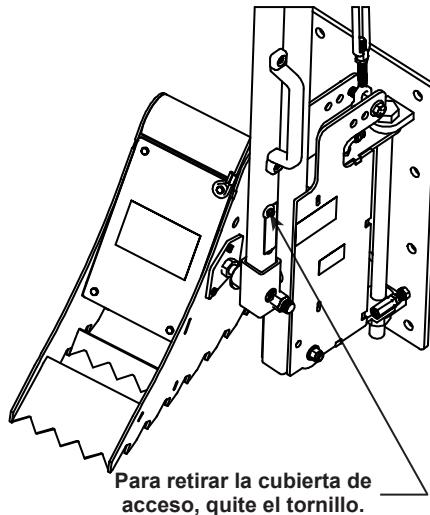

Figura 10
4. Vuelva a instalar la cubierta de acceso a los cables eléctricos y alinee el extremo del cable de seguridad con el agujero de la cubierta de acceso. Consulte la **Figura 10**. Fije la cubierta con el tornillo y la arandela que retiró anteriormente.